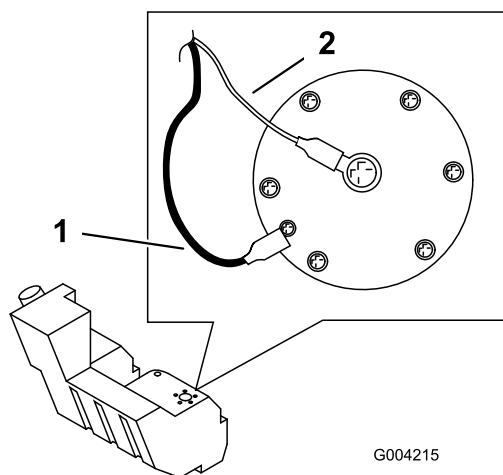

Figure 58
12. Débranchez les deux fils reliés au côté droit du réservoir (Figure 58).
19. Sur le côté droit du réservoir, raccordez le fil orange à la borne centrale et le fil noir à la borne extérieure (Figure 58).